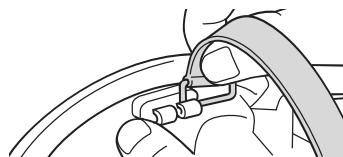

図 75 リングを外す
2. 頭頂部 2 力所については、リンクごと外します。(図 75 参照)